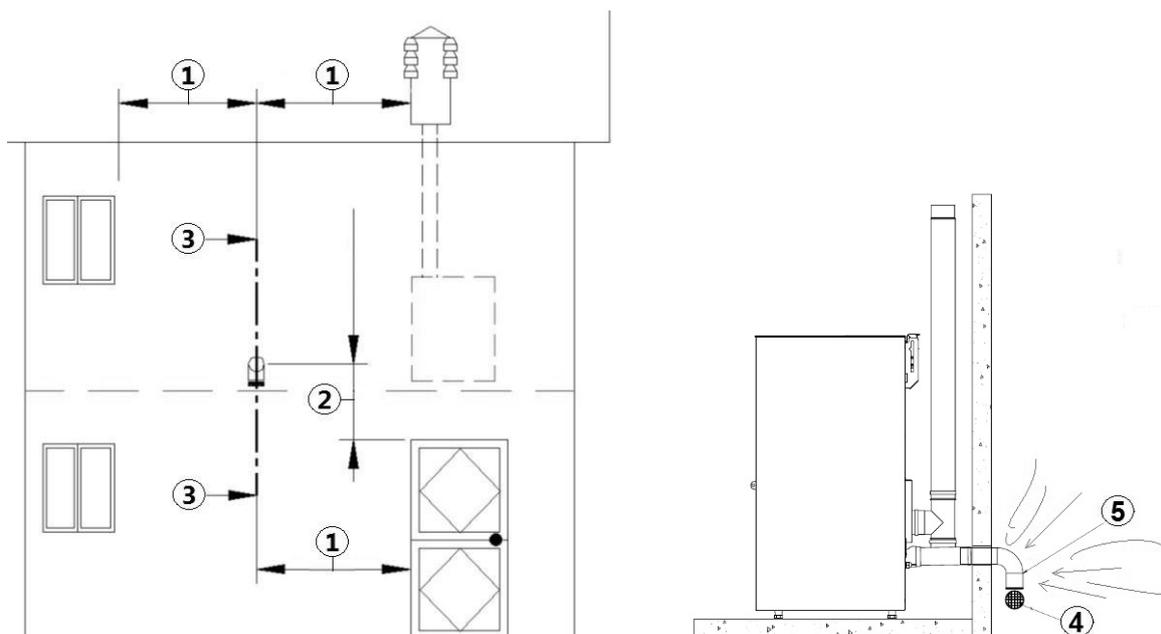

Fig. 11 - Presa d'aria per installazione a camera stagna
LEGENDA Fig. 11
- Sulla parete esterna è necessario installare una curva a 90° per proteggere l'afflusso dell'aria comburente dagli effetti del vento: rivolgere l'imbocco della curva verso il basso, vedi **Fig. 11**.